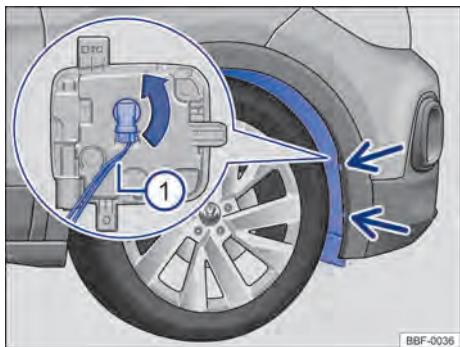

Fig. 188 Na caixa de roda dianteira: acesso à lâmpada incandescente do farol de neblina.
- ① Observar a lista de controle e executar as ações → Página 250.
- ② Remover os parafusos de fixação do revestimento da caixa de rodas → Fig. 188 (setas) com o auxílio de uma chave de fenda.
- ③ Pegar o revestimento da caixa da roda pelos cantos entre os furos dos parafusos de fixação soltos e pressionar um pouco para o lado interno do veículo, para poder soltar o clipe de dentro.
- ④ Rebater com cuidado o revestimento da caixa de roda para o lado.
- ⑤ Retirar o conector de alimentação da lâmpada → Fig. 188 ①, pressionar, ao mesmo tempo, a trava de fixação do conector.
- ⑥ Girar o soquete da lâmpada → Fig. 188 (seta), no sentido anti-horário até o batente, e desencaixá-lo do alojamento.
- ⑦ A lâmpada do farol de neblina está fixada no soquete, devendo ser trocado o conjunto lâmpada e soquete.
- ⑧ Substituir a lâmpada incandescente queimada por uma lâmpada incandescente nova do mesmo modelo.
- ⑨ Pressionar o soquete da lâmpada no farol e girar no sentido horário até o batente.
- ⑩ Certificar-se de que o soquete está corretamente fixado no farol.
- ⑪ Encaixar o conector de alimentação → Fig. 188 ① no soquete da lâmpada. o conector precisa encaixar audivelmente.
- ⑫ Rebater de volta o revestimento da caixa de roda, de modo que o clipe de dentro se encaixe.
- ⑬ Recolocar os parafusos de fixação → Fig. 188 (setas) e apertá-los.